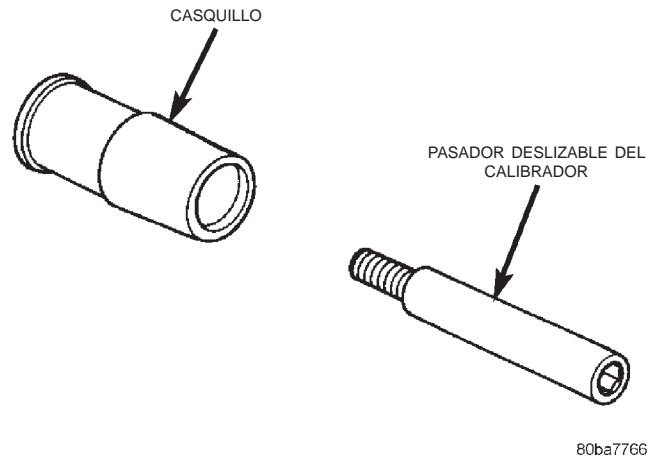

Fig. 76 Pasador deslizante y casquillos
(6) Retire los casquillos de pasador deslizante (Fig. 76).
(7) Retire el tornillo de purga del calibrador.